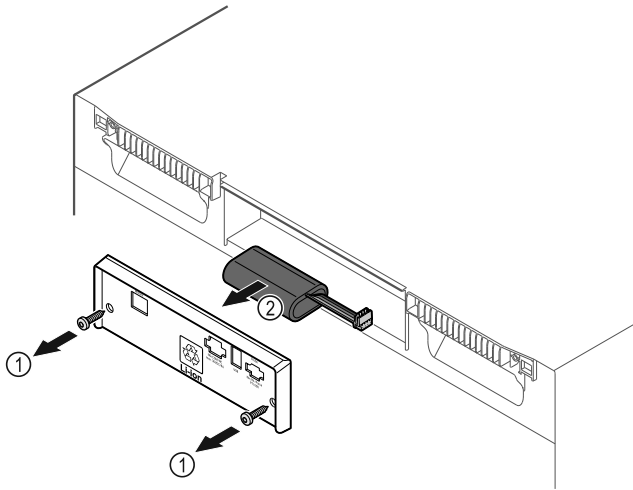

Fig. 202
► Desenroscar los tornillos y retirar la cubierta de la parte trasera del electrodoméstico Fig. 202 (1).
► Desconectar la batería y extraerla Fig. 202 (2).